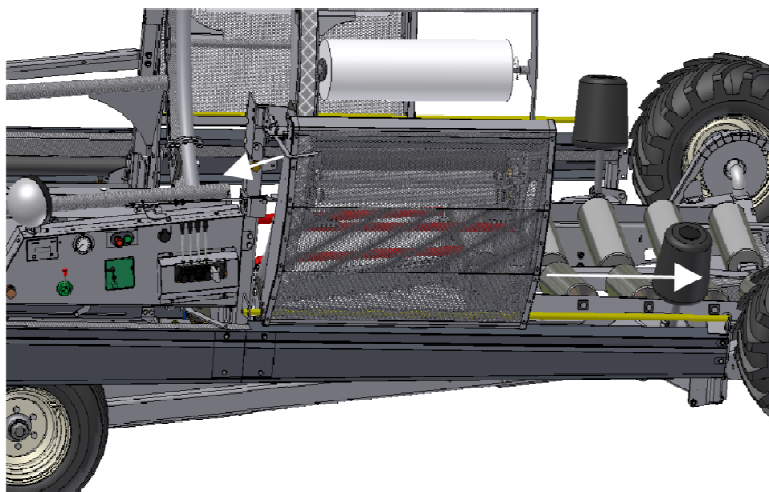

Figure 12 – Verrou du grillage
1. En tenant le grillage pour qu'il ne tombe pas, tirez sur la tige du verrou dans le coin supérieur gauche du grillage et faites-la glisser vers l'arrière de l'enrobeuse (Figure 12). Le grillage de protection sera alors déverrouillé.
2. Abaissez légèrement le grillage et faites-le glisser complètement vers l'avant pour avoir accès à l'emplacement des rouleaux (Figure 12).